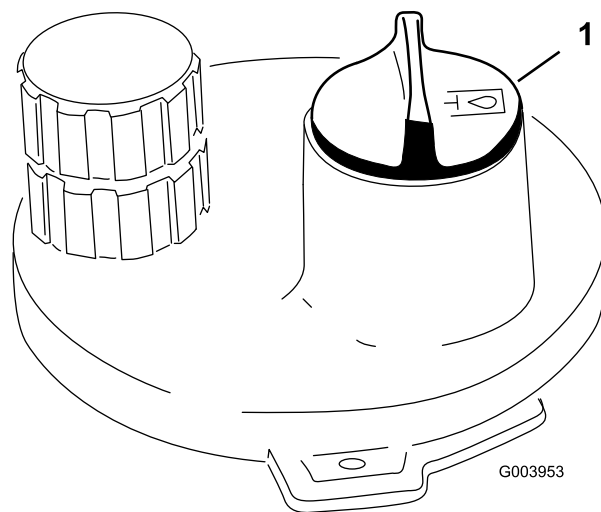

**Figura 34**
2. En el lado derecho del tractor, levante la tapa del depósito de aceite hidráulico (Figura 34).